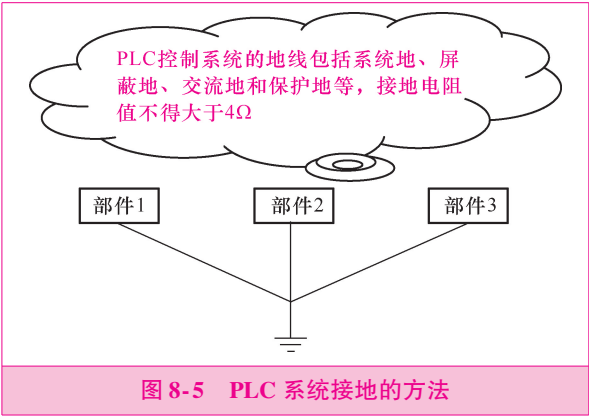

图 8-5 PLC 系统接地的方法
5) 良好的接地是保证 PLC 可靠工作的重要条件, 可以避免偶然发生的电压冲击危害。接地的目的通常有两个, 其一为了安全, 其二是为了抑制干扰。完善的接地系统是 PLC 控制系统抗电磁干扰的重要措施之一, 如图 8-5 所示为正确的接地方法, 禁忌采用串联接地方式。